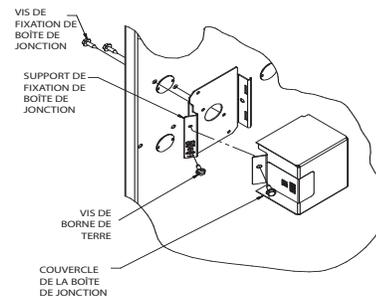

Fig. 34 – Installation d'une boîte de jonction (le cas échéant)
Le couvercle de la boîte de jonction, le support de fixation et les vis se trouvent dans le sac de pièces détachées expédié avec la chaudière. Reportez-vous à la Fig. 34 pour connaître les emplacements de montage de la boîte de jonction.
- Posez le support de fixation de la boîte de jonction à l'intérieur du caisson de chaudière (consultez la Fig. 34).
- Raccordez le fil de mise à la terre du site et le fil de mise à la terre installé en usine à la vis verte de mise à la terre qui se trouve sur le support de montage de la boîte de jonction, tel qu'illustré à la Fig. 34.
- Fixez le couvercle de la boîte de jonction de la chaudière au support de fixation à l'aide des vis fournies dans le sac de pièces détachées. Attention de ne pas pincer les fils entre le couvercle et le support de fixation (consultez la Fig. 34).